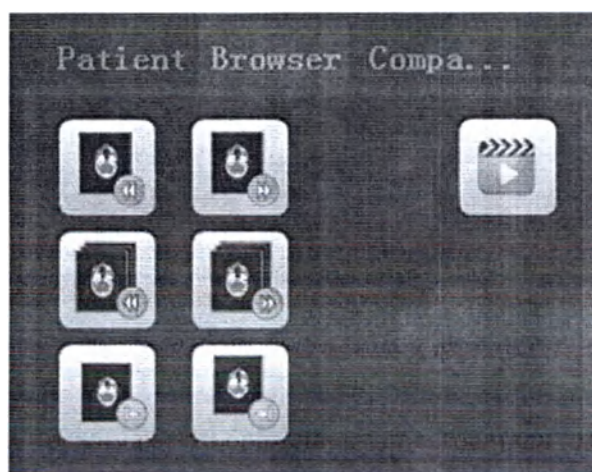

Рисунок 71 Кнопки браузера
При некоторых режимах отображения, пользователь может воспользоваться кнопками браузера, чтобы просмотреть изображения/серии изображений на следующих страницах. Кнопки браузера находятся в поле панелей инструментов (см. рис. 63-3) в разделе [Браузер] [Browser] (см. рис. 71).
2. Нажмите кнопку  в разделе [Браузер] [Browser] (см. рис. 71), и появится окно с кнопками управления (см. рис. 72).